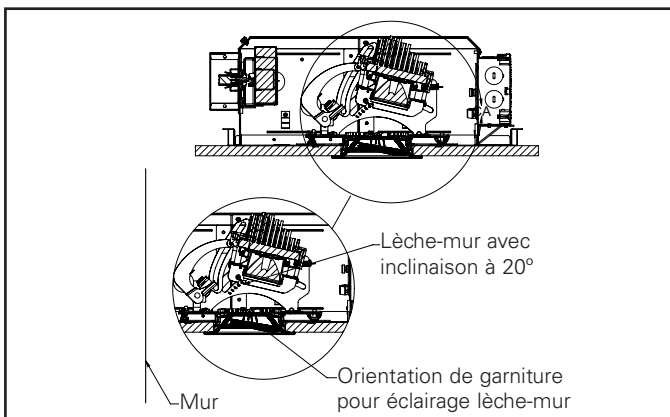

Figure 23.
Pour les garnitures de lèche-mur, les conditions optimales sont obtenues avec un angle d'inclinaison de 15 degrés et une optique de 70 degrés; pour un lèche-mur double, l'angle d'inclinaison devrait être de 0 degré (Figure 23).
7. Si vous choisissez une garniture lèche-mur ou une garniture réglable, l'angle de la lentille devrait correspondre à la direction et à l'angle de la tête du mécanisme (Figure 23).